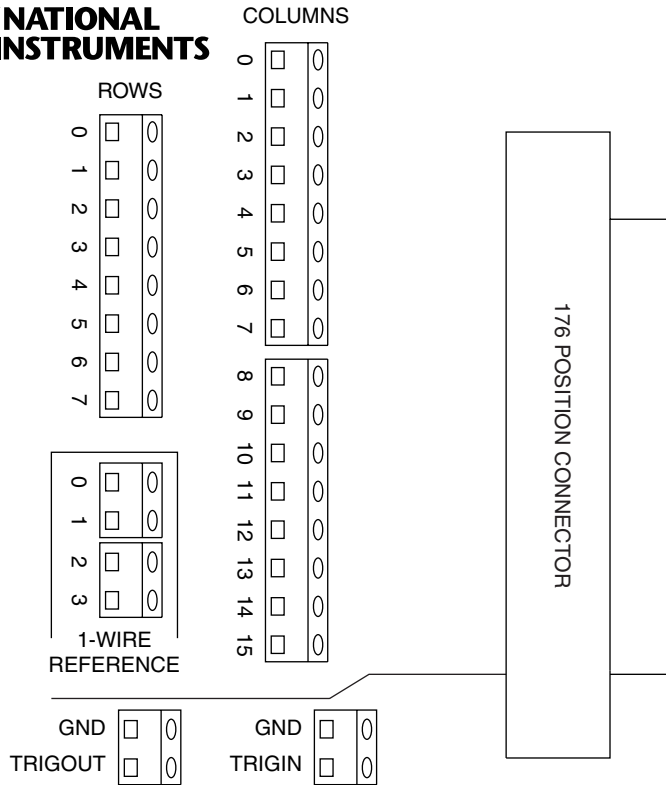

図 2 TB-2632 端子リファレンス
6. ケーブルの裸線を端子に差し込んで接続します。各端子に付いているネジを締めてワイヤを固定します。信号の接続については、図 2 に示される接続ダイアグラムを参照してください。